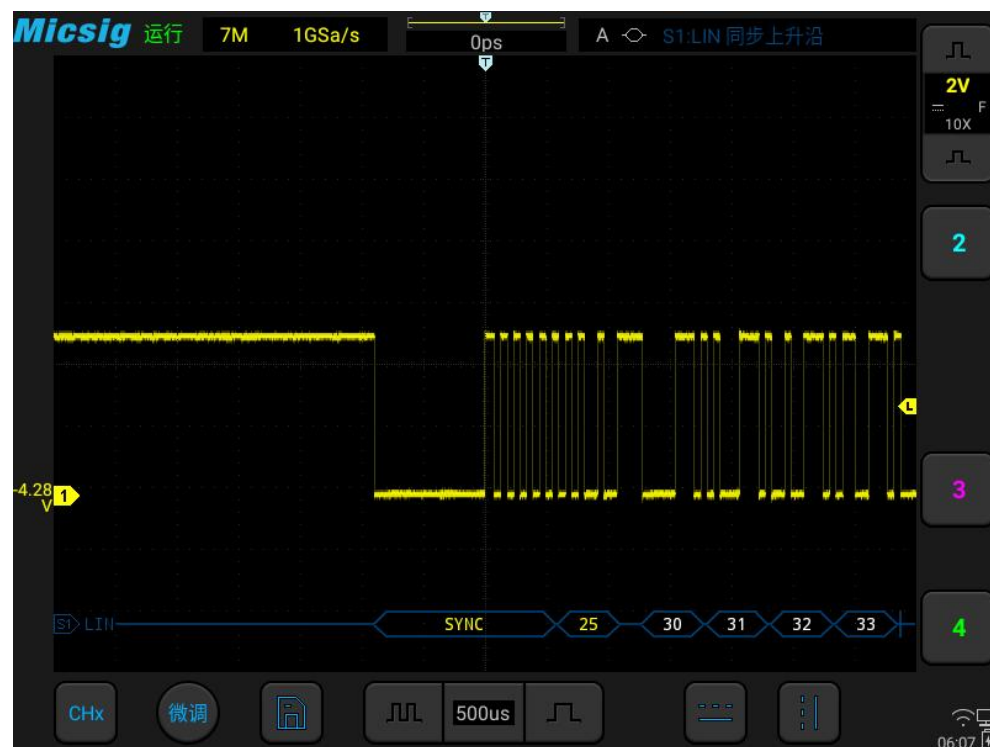

图 12-12 LIN 图形界面
- (1) 轻点 S1 打开解码通道，再次点击打开总线配置菜单；
- (2) 选择总线类型为“LIN”，依次点选“Ch1”“空闲高”“9.6kb/s”， 然后关闭菜单；
(3) 打开触发方式配置菜单，点选“同步上升沿”；
(4) 点按配置信息，打开解码通道阈值电平调节框，上下拖动调节框可以调节阈值电平；根据信号的幅值电平调节阈值电平使信号稳定触发。LIN 触发图形界面见图 12-12：